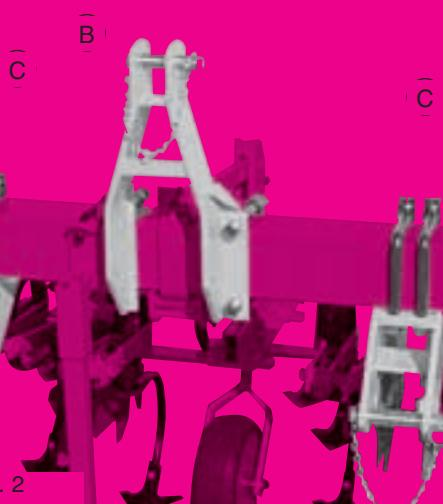

Fig. 2
1. Repérer exactement sur la barre les emplacements d'éléments (D) en fonction des inter-rangs.
2. Fixer le 3e point (B) puis de part et d'autre et à EGALÉ DISTANCE de ce 3e point les 2 brides latérales (C) à un écartement tel, qu'après attelage au tracteur, les roulettes des bras de relevage soient distantes de 85 à 88 cm. L'axe d'attelage des brides (C) est déporté ce qui permet de toujours trouver un emplacement libre sur la poutre.
Attention : Ces 2 brides (C) se placent sous la barre (fig. 2) et non sur l'avant de la barre.
4. Fixer, aux emplacements précédemment repérés, les corps d'éléments (D).
5. Fixer les 2 ensembles coutres stabilisateurs (E) sur l'avant des éléments extérieurs.
6. Placer la béquille (F) à un endroit libre et accessible vers le centre de la machine.
Attenzione : queste 2 flange si fissano sotto la barra (fig. 2) ma non sulla parte anteriore della barra.